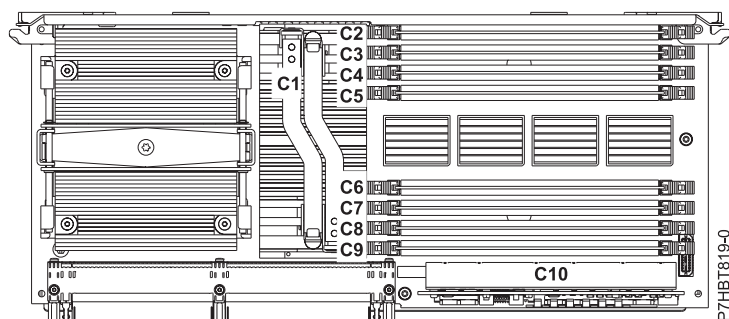

Figura 5. Ubicació del mòdul regulador de voltatge de memòria (C10)
13. Localitzeu el mòdul regulador de voltatge de memòria que s'ha d'extreure del conjunt de processadors del sistema. La Figura 5 a la pàgina 8 mostra el regulador de voltatge de memòria (C10) en relació amb la ubicació del conjunt de processadors del sistema.